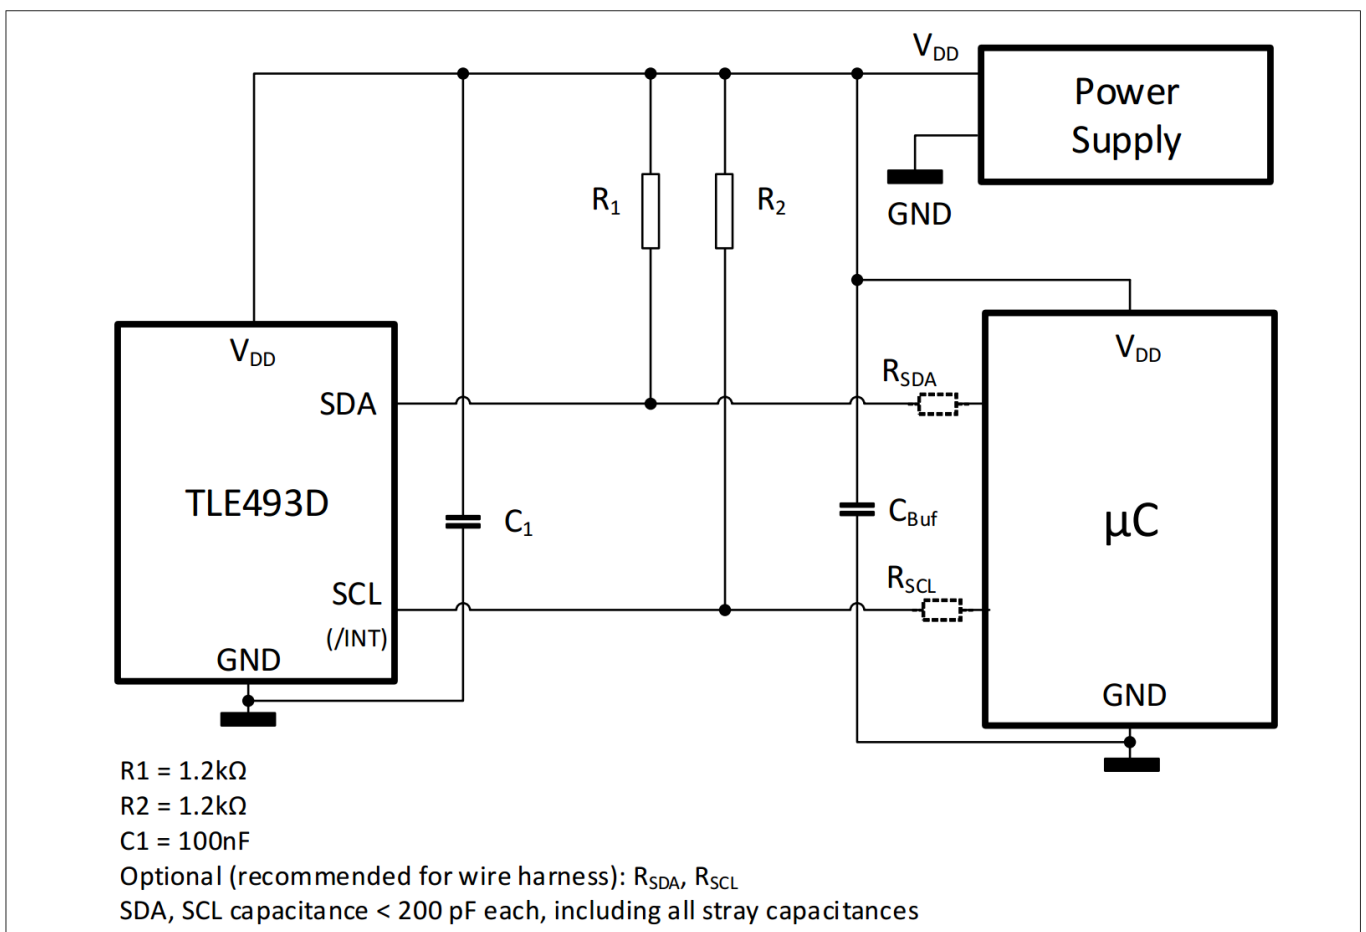

图 5 带外部电源和 μC 的应用电路
上电时，SDA 和 SCL 应使用图 5 中的 R1 和 R2 拉至 V_{DD} ，任何器件或 μ C 均不得将 SDA 和 SCL 驱动至低电平。
1) 在确定电源尺寸时，需要考虑上拉电阻上的电流（图 5）。